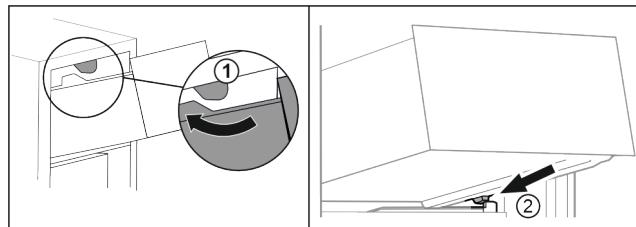

Fig. 16
- ▶ Обведите выдвижной ящик вокруг верхнего стопора Fig. 16 (1).
- ▶ Наклоняя вниз, установите выдвижной ящик за нижние стопоры на контейнерное ребро Fig. 16 (2).